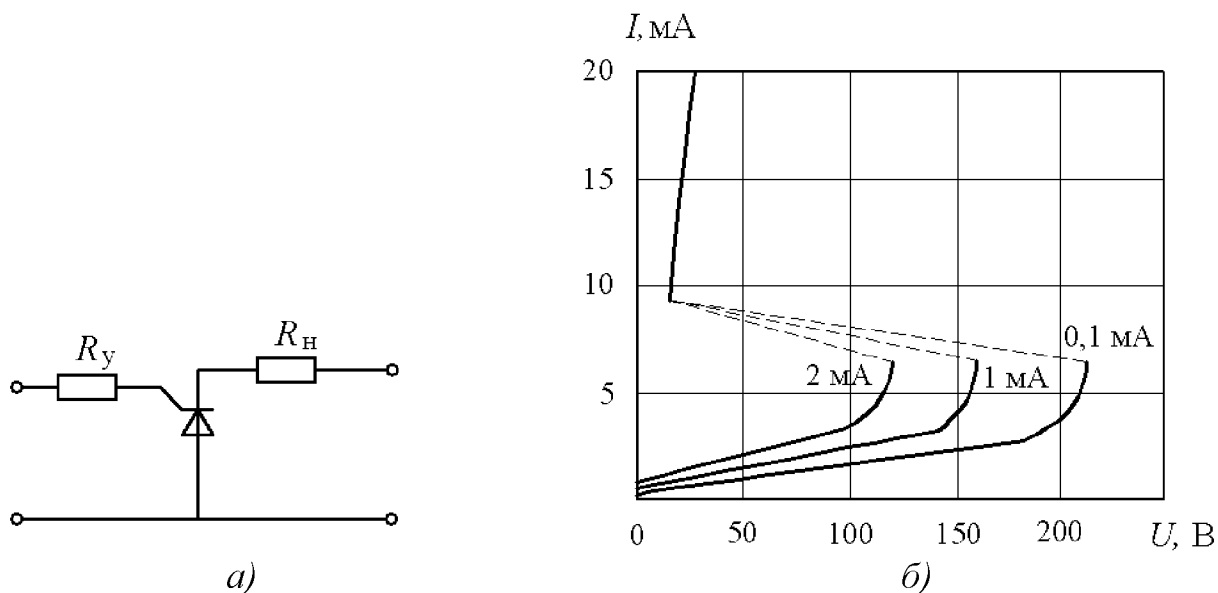

Рис. 2.17. Тиристоры:
В импульсных электронных устройствах, а также в бесконтактных коммутаторах силовых цепей применяют полупроводниковые приборы с четырьмя  $p-n$ -переходами – *тиристоры* (рис. 2.17). Эти приборы имеют дополнительный вывод для управляемого переключения из одного состояния в другое.
2.5.20. Определить наименьшую величину импульса тока, при которой произойдет переключение тиристора, если его вольт-амперная характеристика соответствует рис. 2.17, б. Параметры цепи питания  $U_{\Pi} = 200$  В и  $R_{\Pi} = 10$  кОм. Найти величину тока в цепи после включения тиристора в проводящее состояние.
2.5.33. В схеме тиристорного ключа на рис. 2.17, а тиристор открывается при управляющем токе 10 мА и входном импульсе амплитудой 1 В. Определить коэффициент управления  $K_y$  мощностью ключа, если в открытом состоянии в цепи нагрузки  $R_n = 22$  Ом протекает ток, равный 1 А.